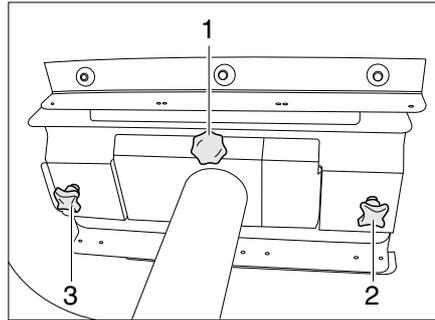

Bild 88 Fester Tisch (Ansicht von unten)
- Befestigungsschrauben (Bild 88,2 und 3) lösen.
- Befestigungsschraube (Bild 88,1) ganz herausdrehen.
- Die Rändelschrauben (Bild 88,2 und 3) lösen.